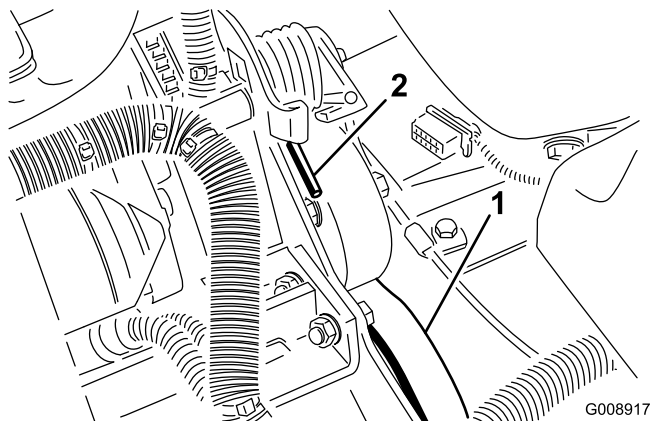

Рисунок 56
2. Нажмите вниз и вперед на конец пружины (Рисунок 56), чтобы вывести ее из зацепления с кронштейном и снять натяжение пружины.